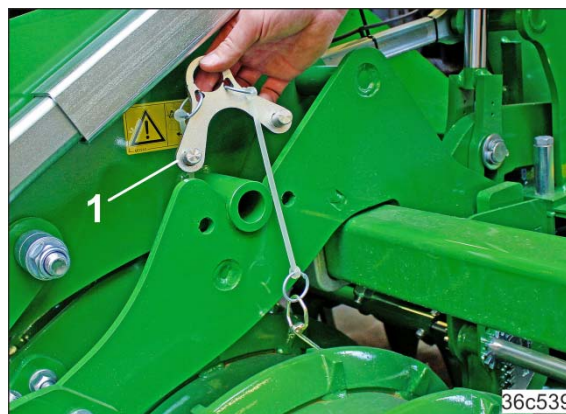

Fig. 143
13. Fjern begge koblingsstykkene (Fig. 143/1).
Etter at maskinene er koblet fra hverandre må begge koblingsstykkene (Fig. 143/1) igjen festes og sikres for oppbevaring.